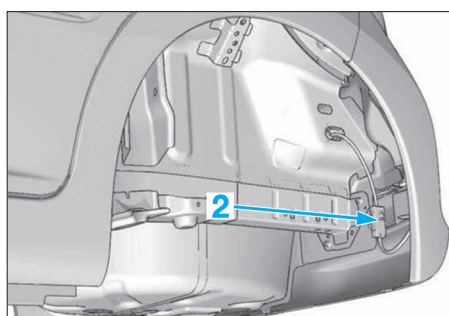

FIG. 100
- Débrancher le connecteur électrique (2) (Fig.100).